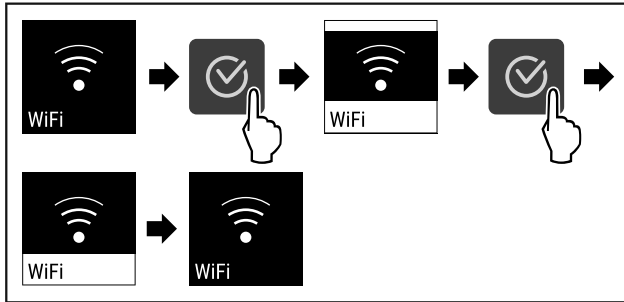

Fig. 87
- ▶ Hajtsa végre a művelet lépéseit (lásd Fig. 87) .